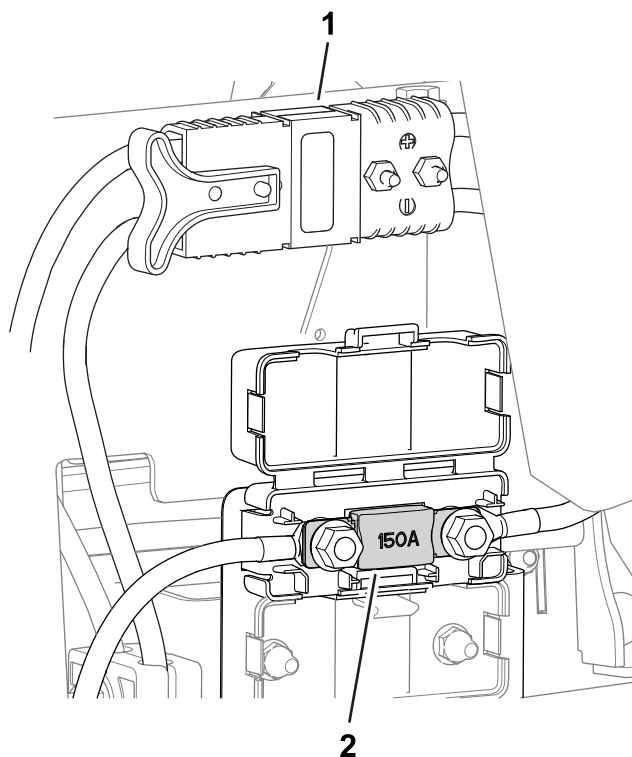

Figure 62
- Le fusible du système électrique se trouve sous les connecteurs principaux (Figure 62).